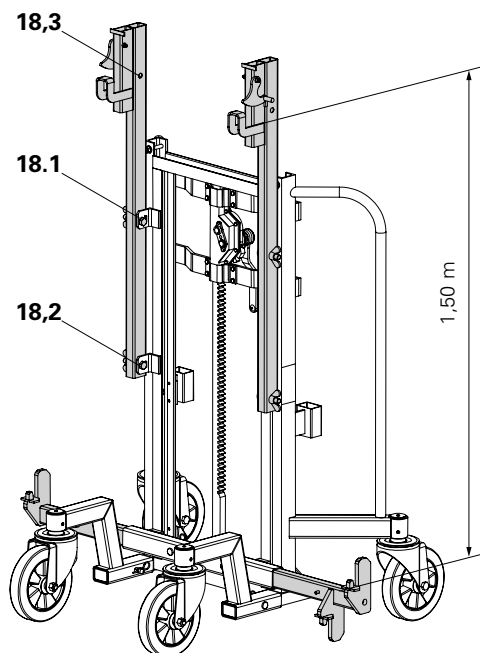

Fig. B1.05
- Montare i supporti superiori del carrello con verricello a cremagliera sul foro centrale (18.1) e inferiore (18.2). Il foro superiore (18.3) resta libero. (Fig. B1.05)